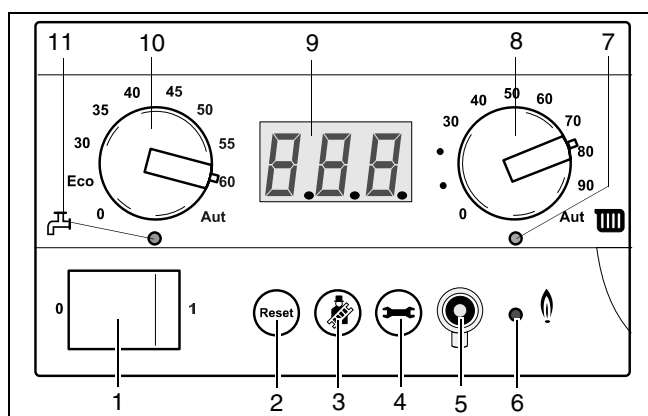

fig. 32 BC10
Deze LED gaat branden zodra de brander van het toestel in bedrijf is (→ fig. 32, [6]).
Instellen van de aanvoertemperatuur (→ fig. 32, [8])
De draaiknop, aangeduid met een radiator, dient om de maximale aanvoertemperatuur in te stellen (→ tabel 5). Als het toestel brandt tijdens cv-bedrijf, brandt de LED "Cv-bedrijf" (→ fig. 32, [7]) onder de draaiknop samen met de LED "Brander aan" (→ fig. 32, [6]).
Instellen van de tapwatertemperatuur (→ fig. 32, [10])
Als het toestel in bedrijf is voor de tapwatervoorziening, dan brandt de LED "Tapwaterbedrijf" (→ fig. 32, [11]) onder de draaiknop samen met de LED "Brander aan" (→ fig. 32, [6]).
Indien het toestel als naverwarmer van een zonneboiler functioneert, mag in verband met risico op de vorming van de legionellabacterie de instelknop (→ fig. 32, [10]) niet op een lagere temperatuur dan 60 °C worden ingesteld. Tevens mag het toestel in deze situatie niet worden uitgeschakeld.
- Maak de installatie spanningsloos door de bedrijfs-schakelaar op stand "0" te zetten (→ fig. 32, [1]).